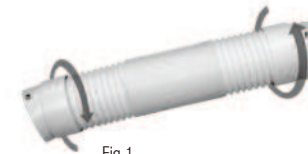

Fig 1.
A. Manguera de Escape y Conector: Fig. 1
1. Adjuntar la Boquilla Roscada (6) al extremo de la Manguera de Escape (5), girándola hacia la derecha.
2. Repetir en el otro extremo para adjuntar el Conector de Manguera para Escape de Calor (4).